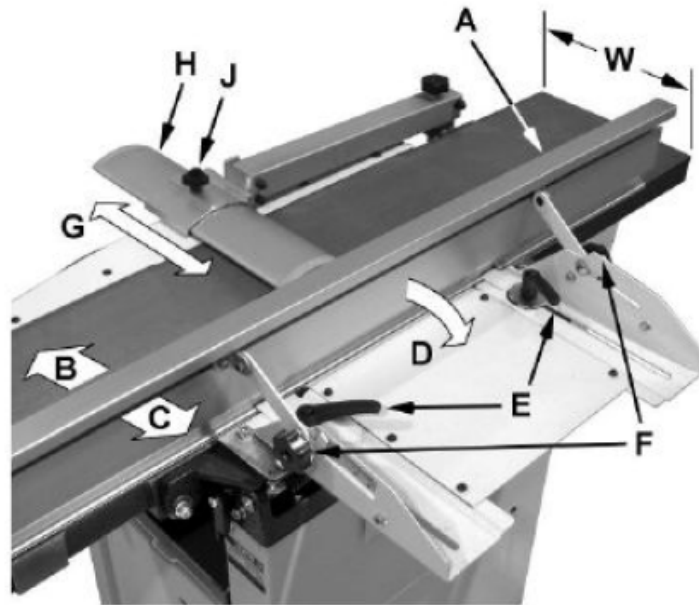

Figura 7
Facendo riferimento alla Figura 7:
6. Sollevare il tavolo di alimentazione (G) fino a quando non entra in contatto con il bordo dritto (D). Il bordo dritto deve essere livellato su entrambi i tavoli. Spostare il bordo dritto sul retro del tavolo di uscita come mostrato nella Figura 7 ed eseguire lo stesso test. Se il bordo dritto non è livellato, è necessario regolare la parte anteriore o posteriore di uno dei tavoli per renderli complanari.